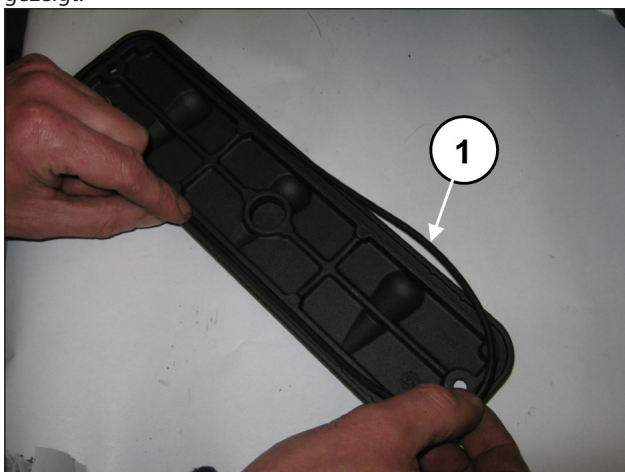
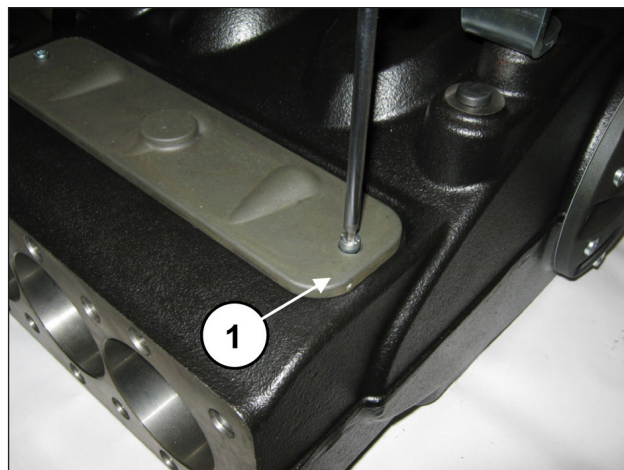

Abb. 91
Abb. 92
Montieren Sie Inspektionsdeckel mit dem O-Ring (Pos. ①, Abb. 91) und ziehen Sie die Deckel anhand von 2+2 Schrauben M6x14 fest (Pos. ①, Abb. 92).